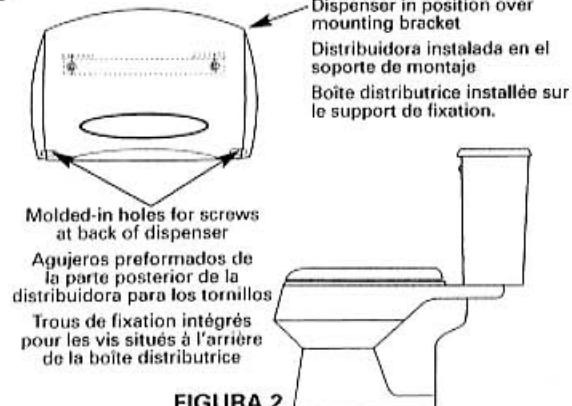

FIGURA 2
2. Instale la distribuidora en el soporte acoplando las depresiones de la parte posterior de la distribuidora a las dos pestañas salientes de la parte superior del soporte. Empuje firmemente hacia abajo para asegurarse que la distribuidora haya quedado firmemente asentada en el soporte (Figura 2).
4. Fije la parte inferior de la distribuidora a la pared atornillándola a través de los agujeros preformados que se encuentran en las esquinas inferior izquierda e inferior derecha de la parte posterior de la distribuidora (Figura 2).